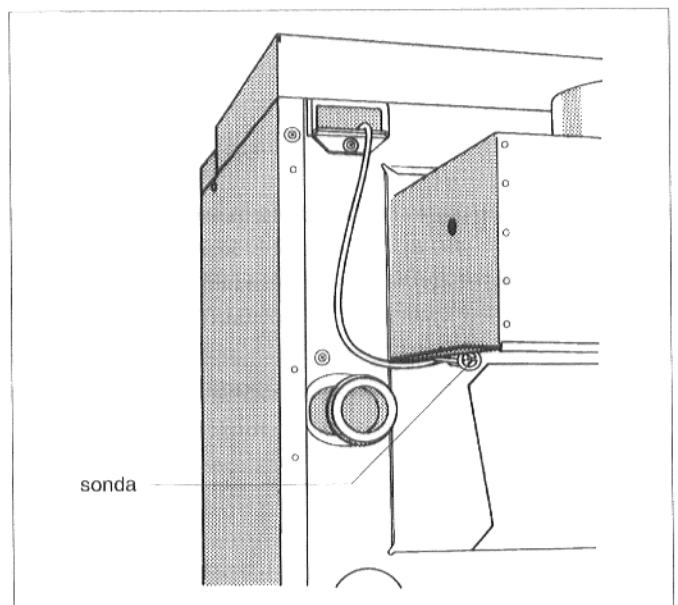

Fig. 17: Sonda termica per il controllo dei gas di scarico
- Svitare la sonda termica dei gas di scarico (Fig. 17) dalla sicurezza antiriflusso.